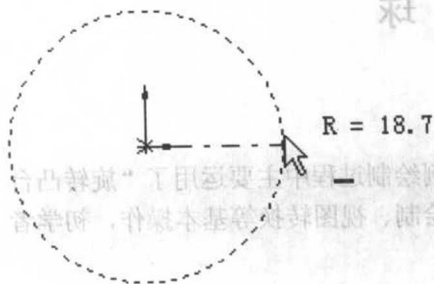
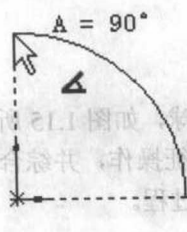
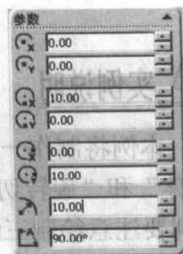

图 1.17 绘制圆弧起点
图 1.18 绘制圆弧终点
图 1.19 修改圆弧参数
(3) 选择前视基准面，显示发生变更，前视基准面自动变为正视。
(4) 单击草图绘制工具栏上绘制圆心/起/终点画弧的按钮.
(5) 将鼠标指针移到草图原点处，单击原点，移动鼠标指针再单击设定圆弧起点，如图 1.17 所示。然后移动鼠标指针来生成圆弧，圆弧的度数随鼠标指针的移动而动态改变，如图 1.18 所示。
(6) 再次单击即完成圆弧，设置圆弧半径为 10mm，圆弧度数为 90° 。
**提示：** 可以通过左窗格中拉伸 PropertyManager 的 FeatureManager 设计树准确标注尺寸和度数，如图 1.19 所示，再单击确定修改。